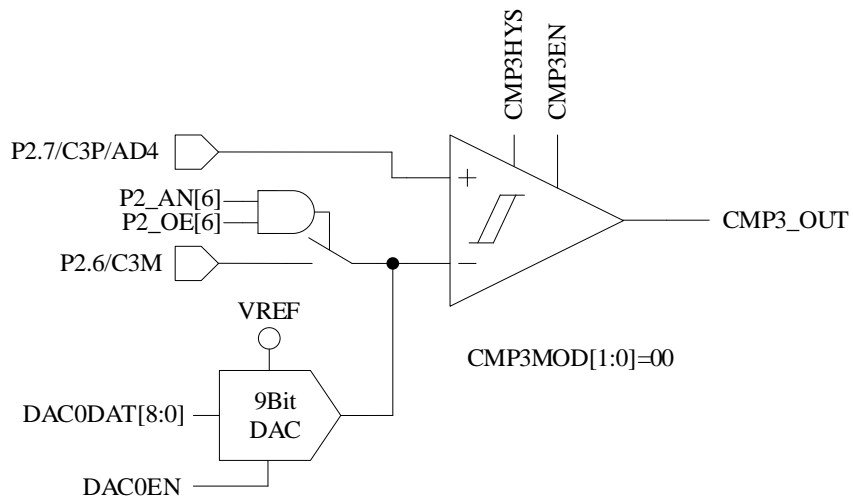

图 31-2 单比较器输入模式
- 配置 CMP_CR1[CMP3MOD] = 00，CMP3 为单比较器输入模式，具体输入输出端口及接法如图 31-2 所示